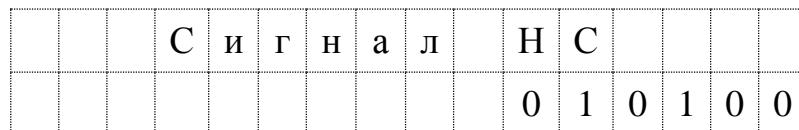

Рисунок 6 – Окно меню при настройке дискретного выхода на НС
4.2.4.3 В счетчике реализовано 6 типов нештатных ситуаций, которые могут инициировать срабатывание (размыкание контактов) дискретного выхода (таблица 13). Задание логики срабатывания дискретного выхода на возникновение НС производится установкой кода «1» в соответствующем поле меню «Сигнал НС» (рисунок 6). **Нумерация полей ввода справа налево.**